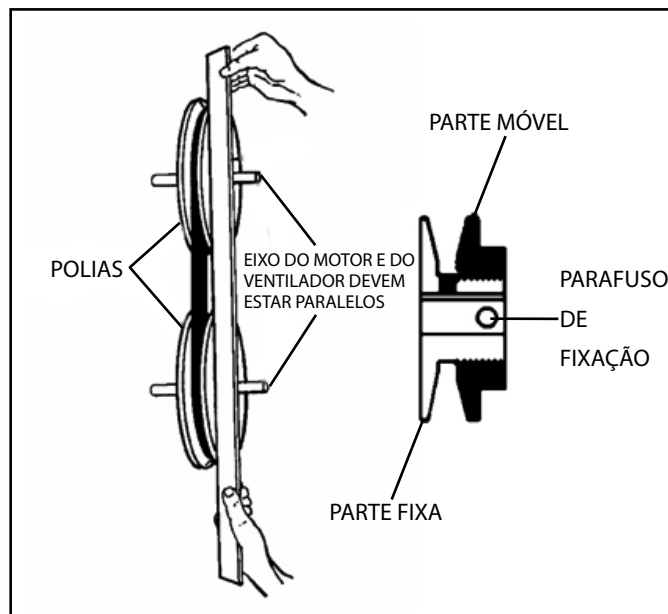

Figura 5 - Ajuste das polias.
- 2º) Afrouxe o parafuso de fixação da parte móvel da polia do motor (veja Figura 5)